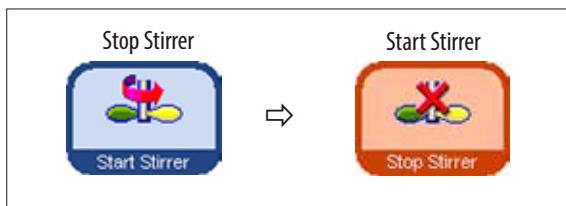

Рис. 131
- Можно включить и снова остановить мешалку. Мешалка работает, когда кнопка окрашена в оранжевый цвет (рис. 131).